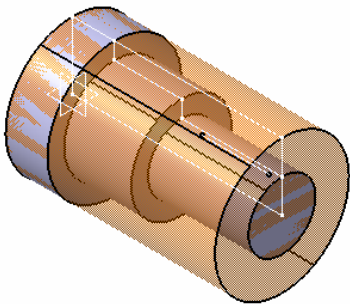

图 7-66 打开的模型文件 (2)
1) 启动 CATIA V5 R20 后, 单击工具栏上的打开按钮, 打开选择文件对话框, 选择“huajianzhou.catpart”(随书光盘: \第 7 章\7.2\uncompleted\huajianzhou.catpart), 单击“OK”按钮, 打开的模型文件 (2) 如图 7-66 所示。